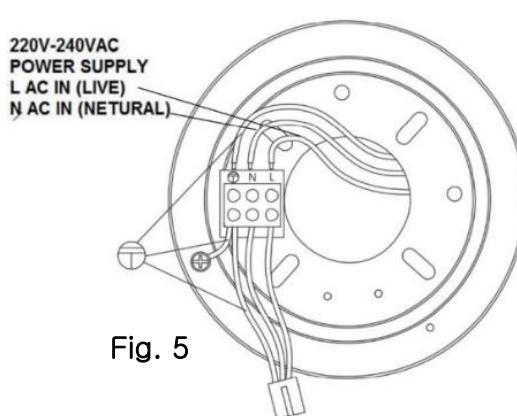
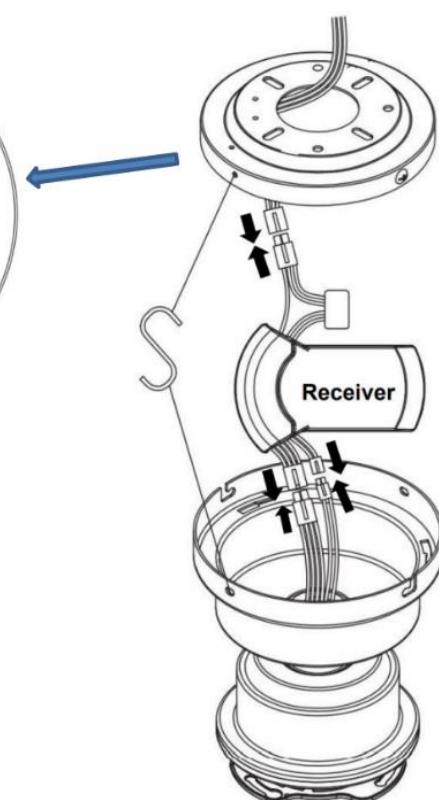

Fig. 5
Fig. 6
- 그 후 메인 전원과 마운팅 브라켓에 있는 전기 배선을 Fig. 5와 같이 연결해주고, 마운팅 브라켓과 리시버, 리시버와 모터모듈을 Fig. 6과 같이 연결해 줍니다.
전기 배선 연결하기--- 배선도 (Fig. 5 & Fig. 6)